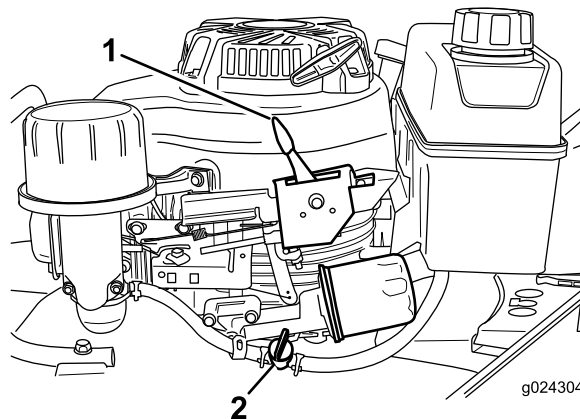

Figure 13
2. Ouvrez le robinet de carburant (Figure 13).
3. Réglez la commande d'accélérateur (Figure 13) en position Starter.
Relâchez la barre de commande de la lame et placez la commande d'accélérateur (Figure 13) en position arrêt.
Remarque: Fermez le robinet d'arrivée de carburant (Figure 13) si vous ne prévoyez pas de démarrer le moteur peu après.